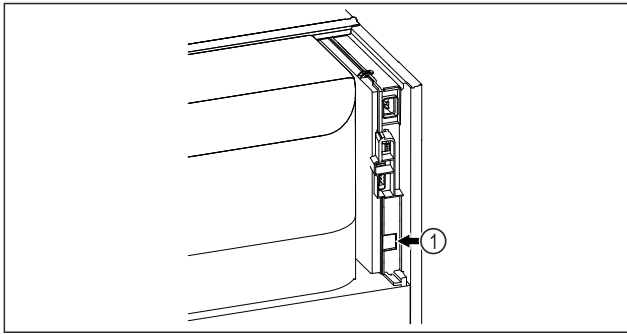

Fig. 47
- ☐ SmartModule Fig. 47 (1) este instalat.